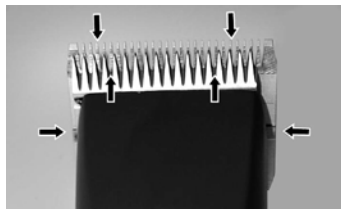

Fig. 21
For at opnå gode klipperesultater og forlænge klipperens holdbarhed er det nødvendigt at påføre et tyndt olielag mellem det øverste og nederste blad (Fig 21).
- ▶ Smør bladene tilstrækkeligt under klipningen (mindst hvert 15. minut), så de ikke bliver tørre (Fig 21).
Bladene skal smøre før, under og efter hver anvendelse. Når bladene på skærehovedet efterlader striber eller kører med nedsat hastighed, betyder det, at de skal smøres igen. Påfør nogle få oliedråber foran og lateralt på klippebladene (se pile i Fig 21). Tør overskydende olie væk med en blød, tør klud. Smøringssprays sørger ikke for tilstrækkelig smøring, men har en kølende effekt på bladene. Udskift øjeblikkeligt beskadigede eller kærvede blad for at undgå skader.